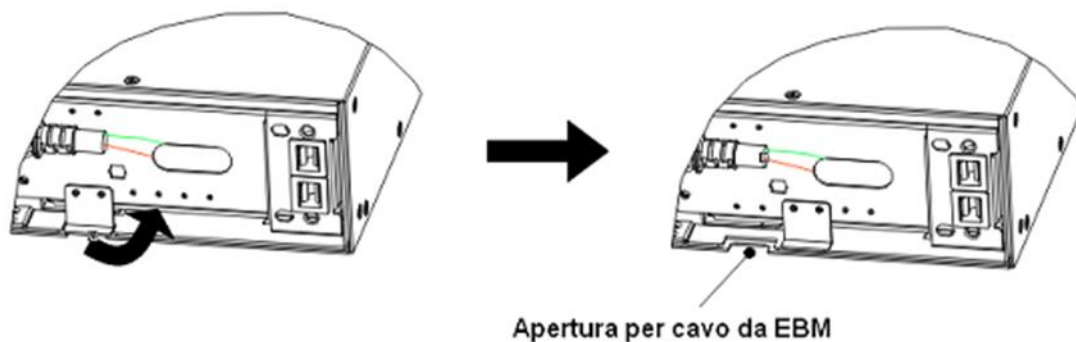

Abbildung 9
b) Entfernen Sie den Führungsblock für das USV-Batteriekabel (siehe Abbildung 9).